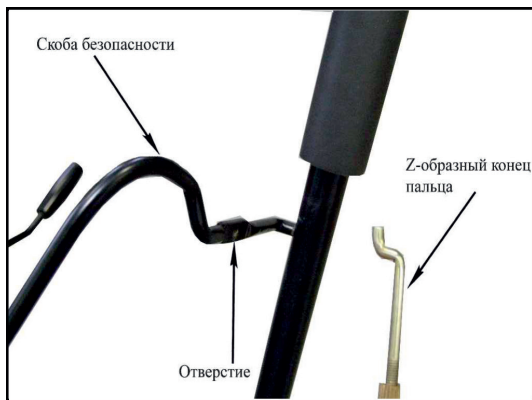

Рис. 6
1. Установить в отверстие на рычаге привода шнека Z-образный конец пальца (рис. 6).